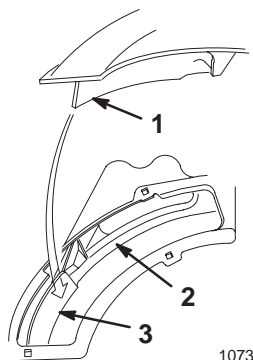

Figure 40
4. Placez l'angle avant du déflecteur d'éjecteur dans l'ouverture de la tondeuse. Tournez l'éjecteur vers la gauche et enfoncez-le dans l'ouverture de la tondeuse (Fig. 40).
- Placez l'angle avant du déflecteur de broyage dans l'ouverture de la tondeuse (Fig. 40).
- Tournez le déflecteur vers la gauche et enfoncez-le dans l'ouverture de la tondeuse (Fig. 40).